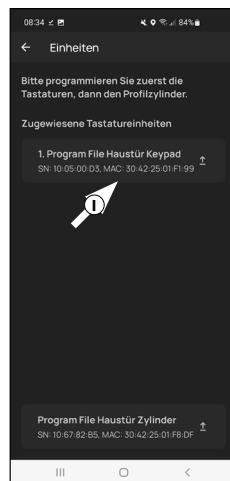

Fig. 6
Remarque : Si vous avez créé des données pour le clavier, vous serez prié de transmettre d'abord celles-ci (I) (Fig. 6). Continuez pour ce faire directement au point ⑦.
Si vous n'avez pas saisi de données pour le clavier et si cet élément du menu (I) (Fig. 6) n'apparaît pas chez vous, vous pouvez poursuivre directement au point ⑩.
- ⑦ Pour la transmission des données du clavier, appuyez sur « 1. Fichier de programmation <Nom clavier> » (Dans cet exemple : « Keypad porte d'entrée ») (I) (Fig. 6).